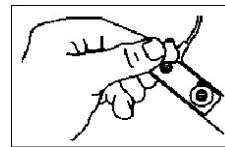

図 4
- (1) 同一患者については、センサ部の粘着性が損なわれな限り再装着できる。
- (2) 付属の円形両面テープ(ドット)は、再装着のときに使用する。透明ドットを 2 つの窓のそれぞれに貼り(図 4)、ドットの台紙をはがす。これで、同一患者に装着できる状態になる。前に貼ったテープをはがさず、そのまま重ねて貼り付ける。